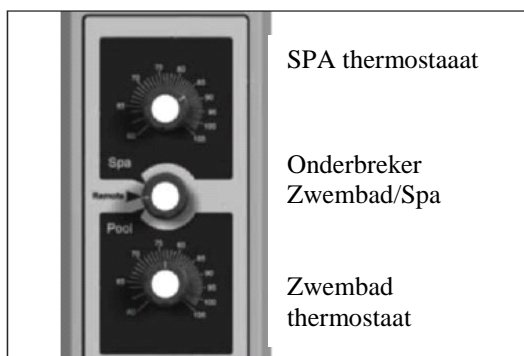

Fig. 4: Selectieknoppen — Analoge Modellen
2. Controleer of de schakelaar voor het controlepaneel niet in de "Remote"-positie staat. Zie figuur.; Zie fig 4.